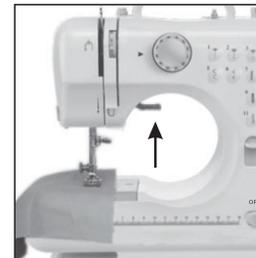

Fig.7
2. Levante el elevador del pie prensatela y coloque la tela que desea coser debajo del pie prensatela (Fig. 7).